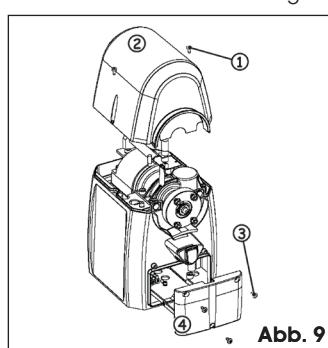

Abb. 9
- Die beiden Befestigungsschrauben der oberen Abdeckung lösen, Abb. 9 Bez. ①, und die Abdeckung abnehmen, Abb. 9 Bez. ②.
- Die drei Schrauben, Abb. 9 Bez. ③, zum Verschließen des Kartentachs lösen, Abb. 9 Bez. ④.